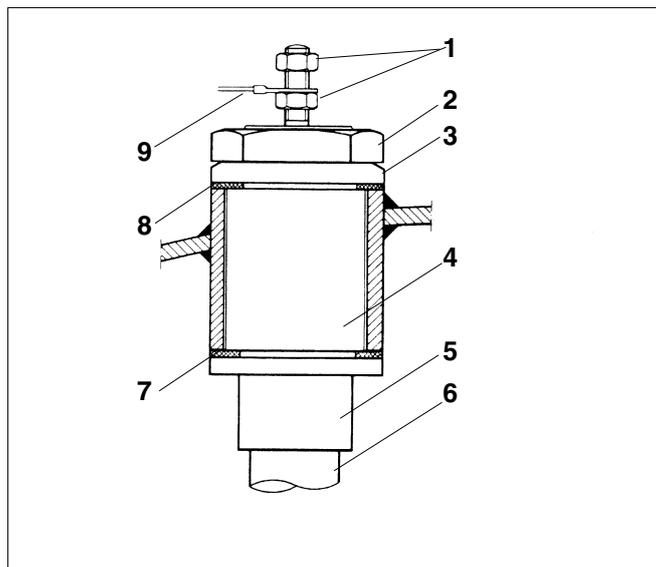
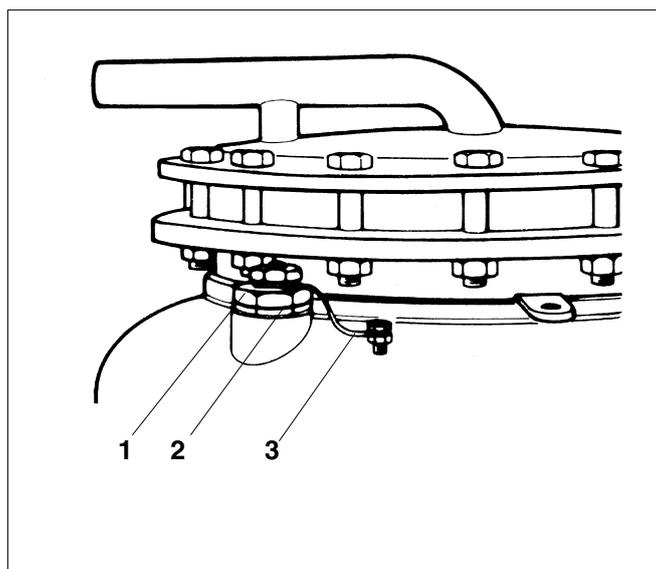

Abb. 5 Außengewinde R1¼ mit Kontermutter
Abb. 6 Lage der Kontermutter am Speicher
Gilt für TBS-Isocal SN... und LN... (Abb. 5 und Abb. 6).
- Speichervorderwand (LN) bzw. Speicherhaube (SN) abnehmen.
- Erdungskabel an der Magnesiumanode lösen (Abb. 5, Pos. 9).
- Durch das Mannloch Magnesiumanode festhalten und Kontermutter (Abb. 5, Pos. 2 und Abb. 6, Pos. 1) lösen.
- Erdungskabel wieder anschließen (Abb. 6, Pos. 3).
Legende für Abb. 5: Außengewinde R1¼ mit Kontermutter
Legende für Abb. 6 : Lage der Kontermutter am Speicher